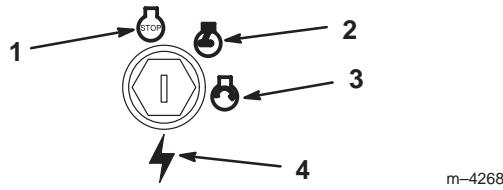

Figure 8
- Tournez la clé de contact en position de démarrage (Fig. 8) pour activer le démarreur. Relâchez la clé quand le moteur démarre.
- Tournez la clé de contact en position contact coupé (Fig. 8).